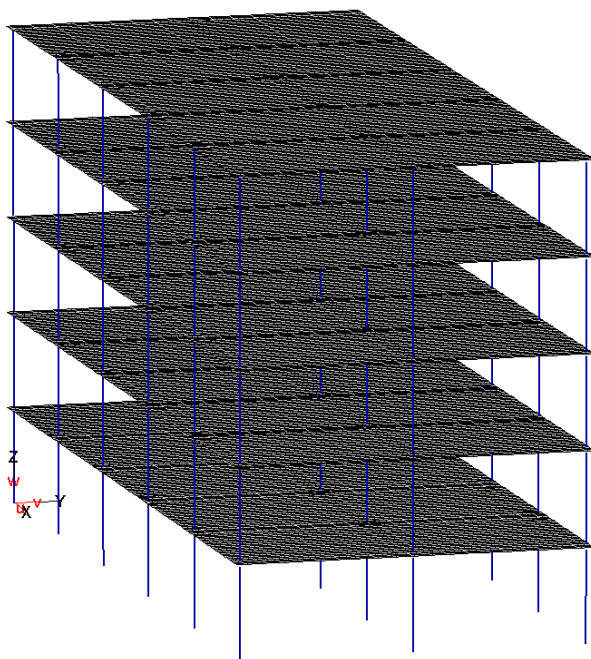

Рис. 1.3.1 – Схема с использованием стержневых элементов.
- колонны заданы как стержневые элементы (рис. 1.3.1);